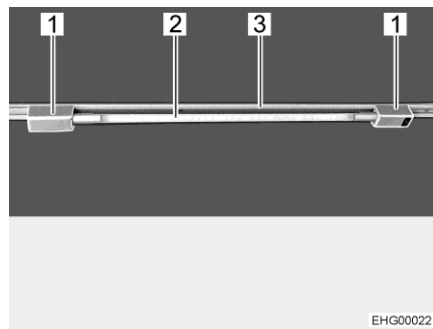

Bild 44 Lysrör
Sätta in lysrör: ■ Sätt in båda hållarna (Bild 44,1) i skenan (Bild 44,3). Vrid hållaren med 90°.
■ Sätt in ljuskällan (Bild 44,2) i en av hållarna.
Vrida lysrör: ■ Vrid på ljuskällan (Bild 44,2) tills önskad ljusstyrka har uppnåtts.